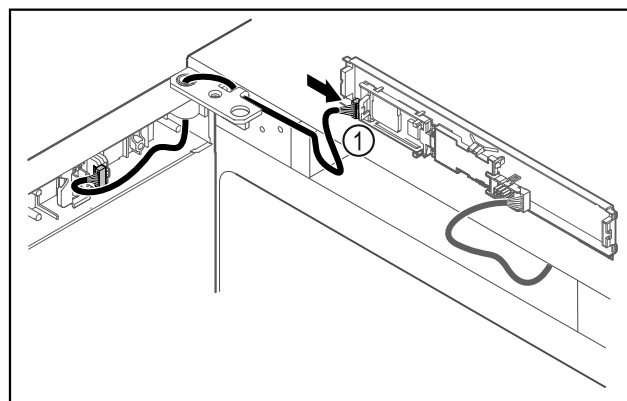

Fig. 40
- Συνδέστε το φιν Fig. 40 (1) στην πλακέτα.